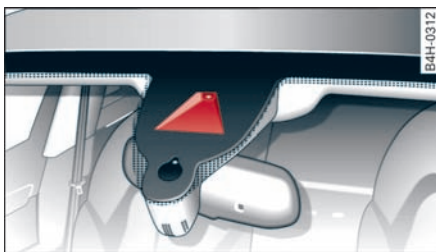

图 137 挡风玻璃：车道保持辅助系统的摄像头视窗
注意：摄像头的视窗 ⇨ 图 137 不得被标贴、沉淀物等物体遮蔽。清洁指南 ⇨ 157 页。
- 摄像头视窗 ⇨ 图 137 从外面被污染或结上了冰。请清洁挡风玻璃上的该部位。